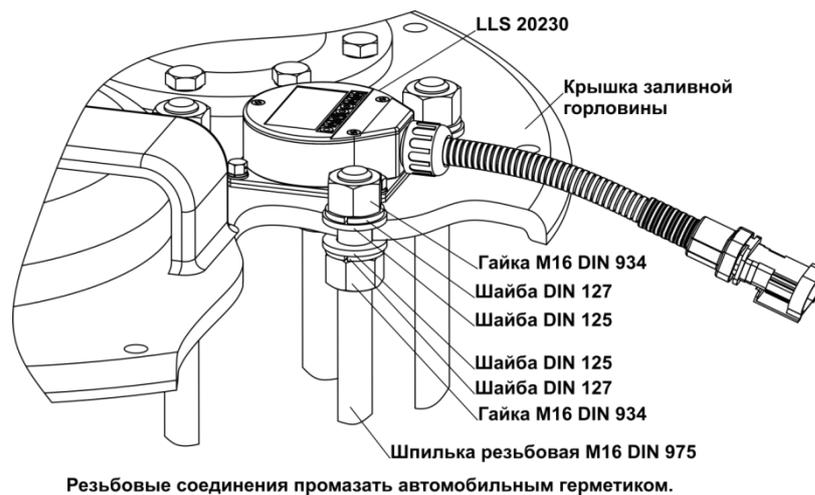

Рисунок 49
6. Установить три резьбовые шпильки согласно рисунку (Рисунок 49).